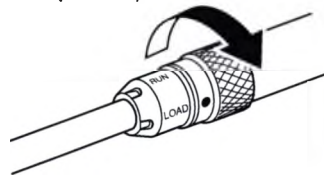

Рис. 2. Установка муфты в положение LOAD
3. Поворотом установите блокировочную муфту патрона в положение LOAD (Рис. 2).